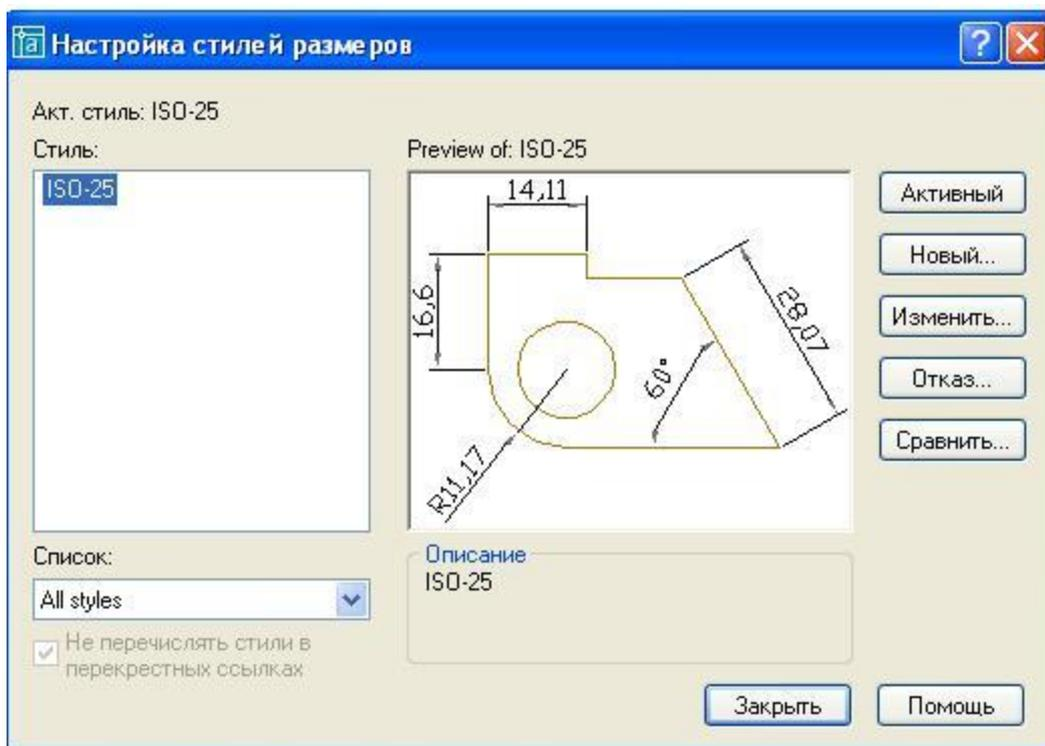

Рис. 3.6 Диалоговое окно Настройка стилей размеров
• Команда **DIMSTYLE (Стиль размера)** обеспечивает работу с размерными стилями в диалоговом окне **Dimension Style Manager (Настройка стилей размеров)** (Рис. 3.6.)